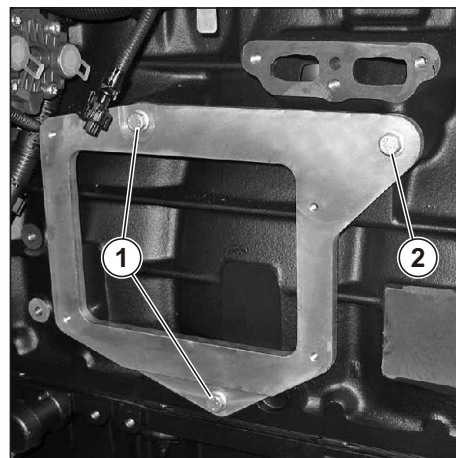

Рис. 134. Установка проставки электронного блока управления.
1. Установить проставку ЭБУ на блок, вернуть болты крепления **(1)** М8х1,25-20 и **(2)** М8х1,25-25, затянуть моментом $M_{кр} = 20 \pm 4$ Нм (см. **Рис. 134**).